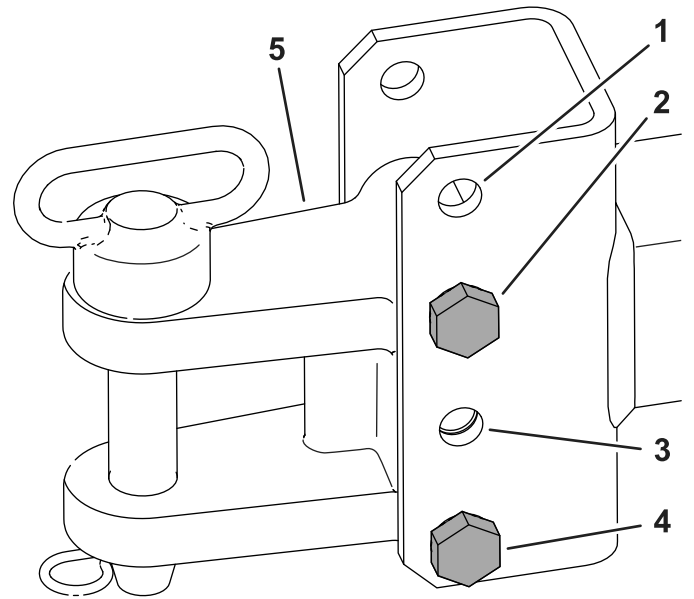

Bild 7
2. Stellen Sie den Transportrahmen der Anbauvorrichtung nach oben oder unten entsprechend den Abmessungen der Anhängerkupplung am Zugfahrzeug ein. Verwenden Sie die entsprechenden Befestigungslöcher, wie in der Tabelle unten und in Bild 7 dargestellt.